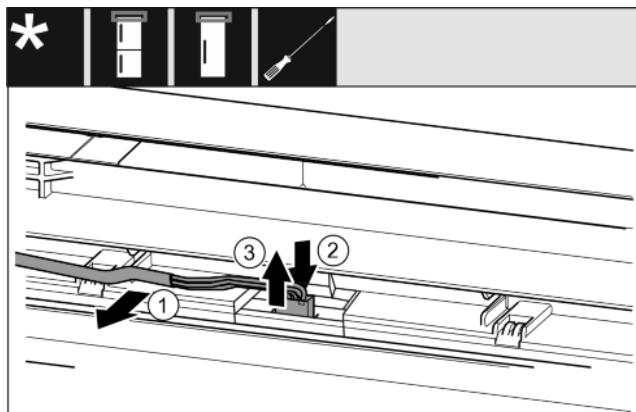

Fig. 16
- Iz vodila v vratih previdno potegnite sivi kabel. Fig. 16 (1)
- Spono za vtičem potisnite nazaj. Fig. 16 (2)
- Vtič previdno izvlecite navzgor. Fig. 16 (3)